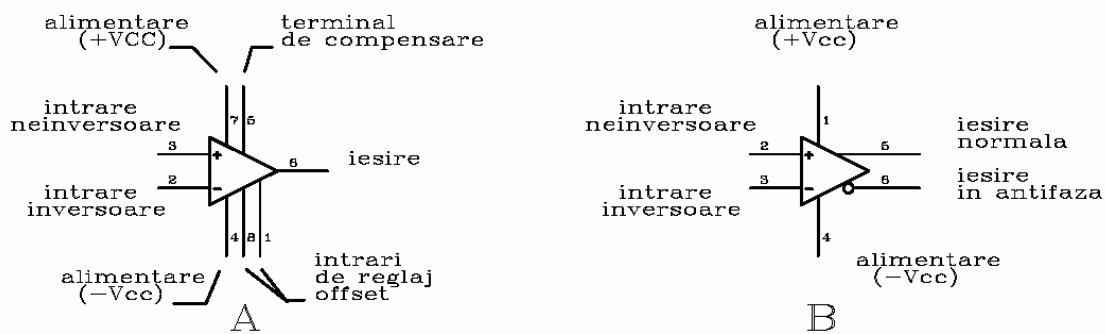

Fig. 1
Simbolul grafic al A.O. este prezentat în fig. 1.
Unele A.O. au și ieșire diferențială permițând obținerea directă și a semnalului cu fază inversată la ieșire. Această ieșire se reprezintă cu un cerculeț (simbolul inversorului) pe corpul A.O. (Fig. 1-B).
- ❖ A.O. necompensate intern, aceste amplificatoare pot lucra la frecvențe ridicate, dar există riscul apariției de oscilații în cazul în care compensarea externă nu este corect realizată. Pentru compensarea externă se utilizează o reacție negativă, de obicei realizată cu ajutorul unui condensator de ordinul pF sau zecilor de pF, cuplat între pinii de compensare (Fig. 1-A).
- ❖ A.O. compensate intern, care nu necesită compensare exterioară, sunt stabile în funcționare dar au banda de frecvențe limitată de valoarea mică a *slew-rate*-ului (Fig. 1-B)
Unele A.O. au două sau mai multe terminale suplimentare utilizate pentru reglajul componentei continue a ieșirii (*offset*), cum este cel din Fig. 1-A.